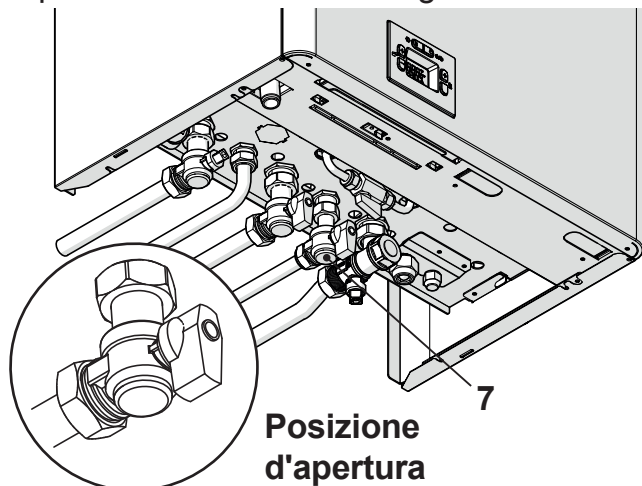

Figura 11.1
- Aprire il rubinetto del contatore gas e quello della caldaia 7 in Figura 11.1.